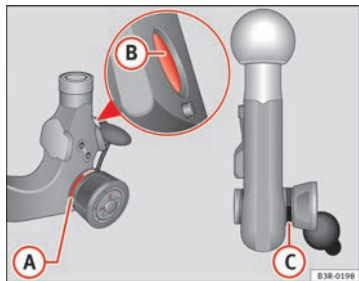

Abb. 154 Abnehmbare Anhängervorrichtung: Kugelstange
- Überprüfen Sie, ob sich die rote Markierung (A) ⇒ Abb. 154 am Handrad im Bereich der schwarzen Kennzeichnung an der Kugelstange befindet.
- Überprüfen Sie, ob der Verriegelungsbolzen (B) in den Bohrungen des Einsteckschaftes versenkt ist.
- Überprüfen Sie, ob das Handrad deutlich sichtbar von der Kugelstange absteht, so dass ein Spalt (C) zwischen Handrad und Kugelstange vorhanden ist.